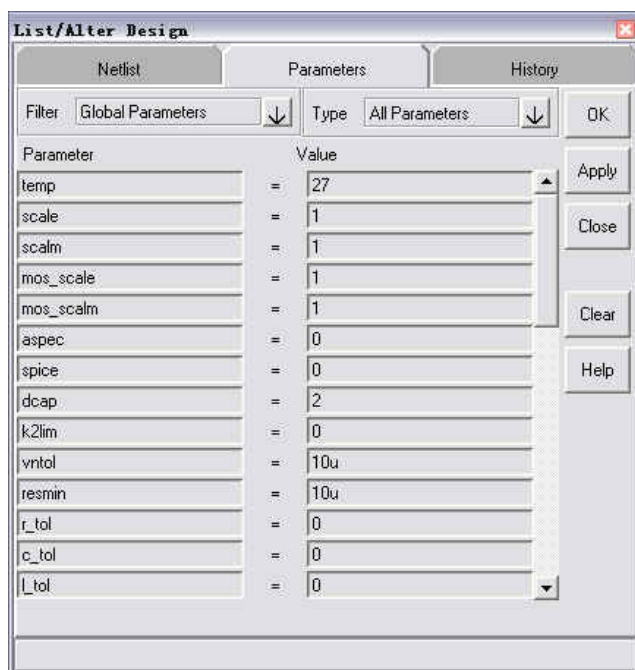

图 2-8 Parameters 面板内容
- ▲ **Parameters:** 如图 2-8 所示, 通过该面板也可以改变设计参数, 在 Parameter 栏中指定参数名称, 在 Value 栏中指定数值。例如: 要将设计温度改为 34℃, 可以在 Parameter 栏中查找或键入 temp, 在 Value 栏中键入 34, 点击 Ok 或 Apply 按钮使改变生效。